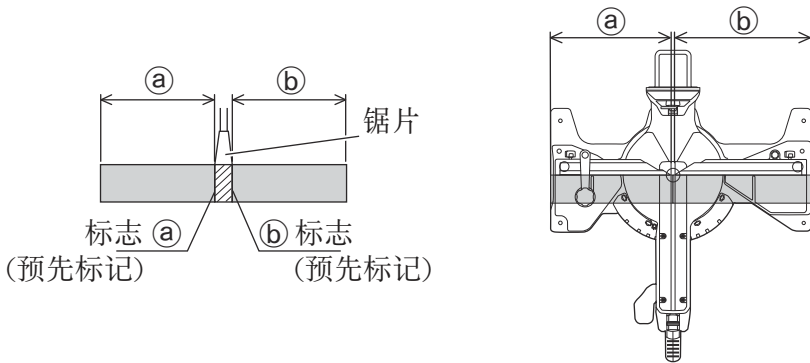

图21
(1) 如图21所示, 锯条的宽度为切割宽度。因此, 在需要长度**ⓑ**时将工件向右侧滑动(从操作员的位置看去), 或在需要长度**ⓐ**时向左侧滑动。打开LED灯, 将刀片的影子投射到工件上, 并将刀片影子的左侧或右侧对准工件上的墨线。